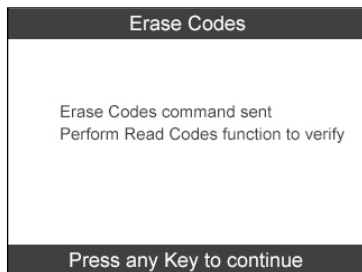

Рисунок 4.29
- 3) После успешной отправки команды удаления на дисплее появится нижеследующее окно (см. рисунок 4.29). Для продолжения нажмите любую кнопку. Чтобы убедиться в успешном удалении кодов, повторно выберите пункт **Read Codes [Считывание кодов]**.